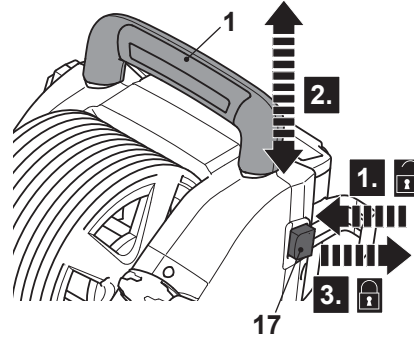

Fig. 18
1. Presione el botón de bloqueo (17) para desbloquear el asa de transporte (1) (Fig. 18, paso 1).
2. Mueva el asa de transporte (1) a la posición deseada (posición alta / baja) (paso 2).